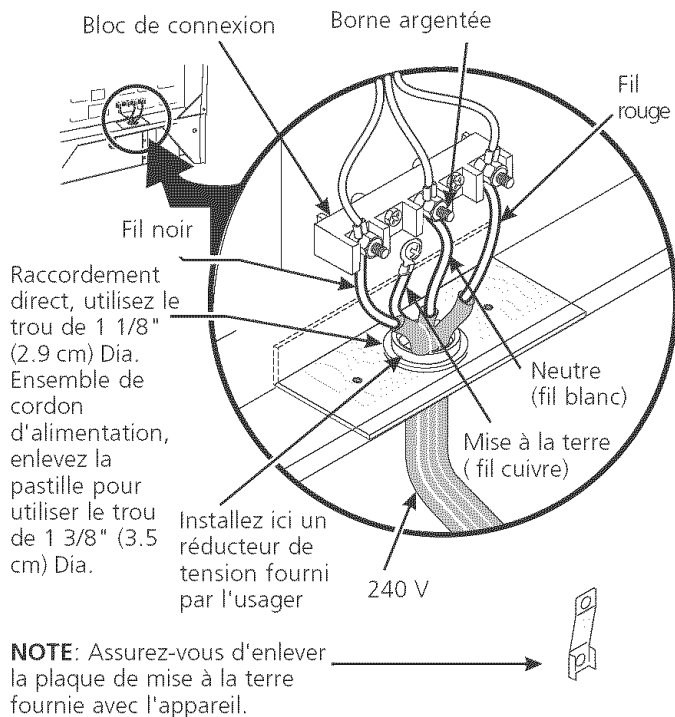

Figure 5
Dans les maisons mobiles (États-Unis), les nouvelles installations, les véhicules récréatifs ou tout autre endroit où les codes locaux interdisent la mise à la terre au moyen du conducteur neutre, un cordon d'alimentation de 4 conducteurs d'un minimum de 125/250 volts, 40 ampères et certifié pour l'utilisation avec cuisinière doit être utilisé (voir Figure 5).
4. Branchez le fil de mise à la terre (vert) du cordon d'alimentation cuivré, au châssis de l'appareil avec la vis de mise à la terre, à l'aide du trou dans le châssis à l'endroit où la bande de mise à la terre a été enlevée (voir Figure 5).
6. Remplacez les 3 écrous sur les bornes du bloc de connexion (voir Figure 5).